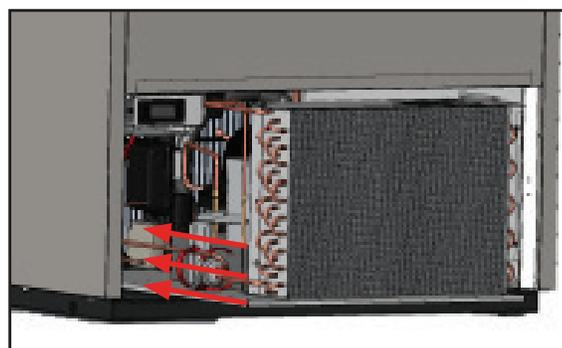

Fig. 7. Remplacer le condenseur.
10. Glissez avec précaution l'ensemble condenseur en position et reposez les vis. Voir Fig. 7.